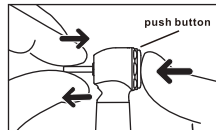

Fig. 6
- 1) Sätt i borren tills den sitter korrekt på plats (Fig.6).